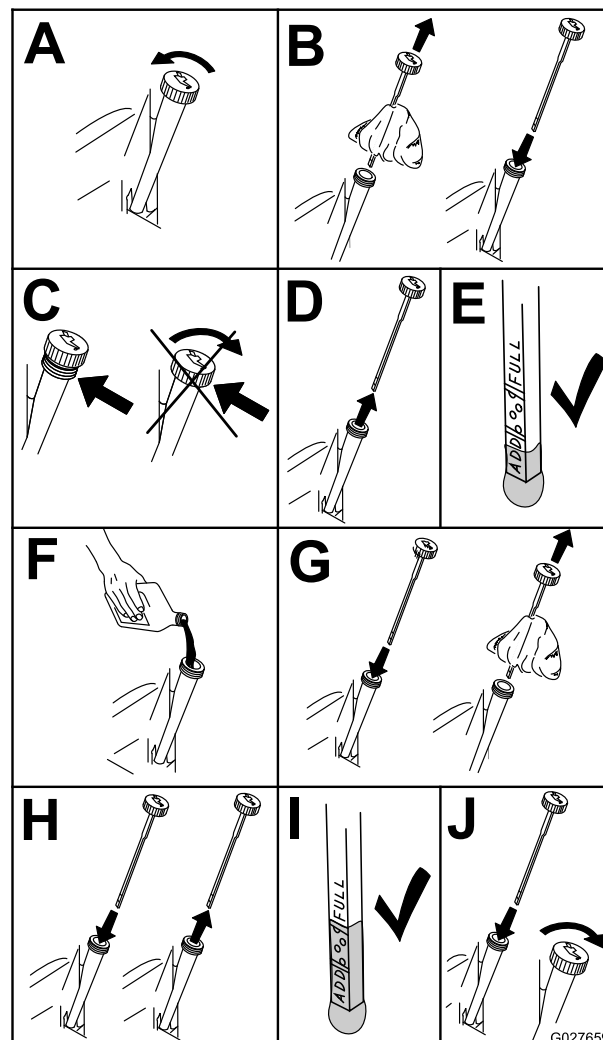

Figura 39
2. Pare el motor, retire la llave y espere a que se detengan todas las piezas en movimiento antes de abandonar el puesto del operador (Figura 39).